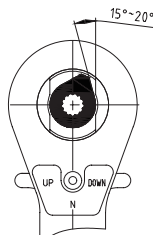

fig.3A
6. Ponga el perilla de parada en un ángulo de 15 grados (ver fig.3A)